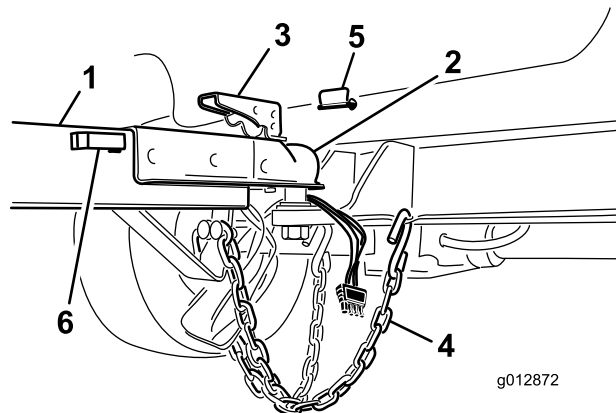

Figure 14
2. Soulevez le levier sur la flèche tout en abaissant le couvercle sur l'attelage à boule (Figure 14).